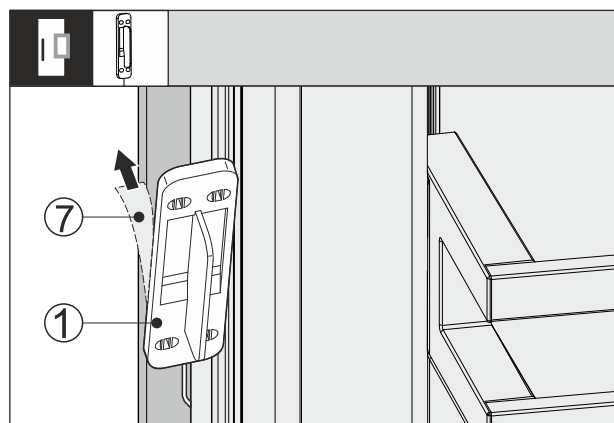

Fig. 64
- Retirer le film de protection Fig. 64 (7) à l'arrière du capteur de frappe Fig. 64 (1).